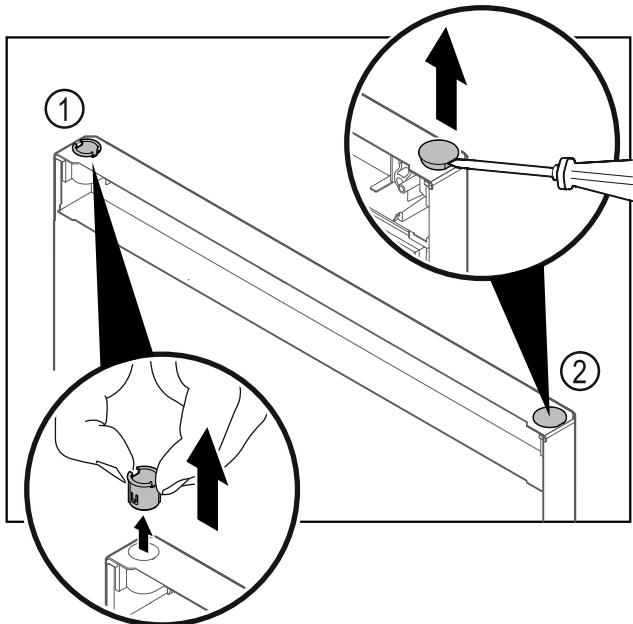

Fig. 24
- Izvucite čahuru šarke Fig. 24 (1) prstima.
- Odvijačem s ravnom glavom oprezno podignite čep Fig. 24 (2) i izvadite ga.